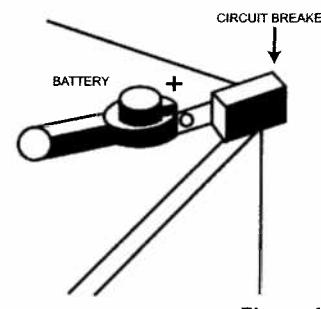

Figure 4
7. Reliez le disjoncteur à la batterie comme illustré par la figure 4.
7. Schließen Sie den Trennschalter wie in Abbildung 4 gezeigt an die Batterie an.
7. Connect the circuit breaker to the battery as shown in figure 4.